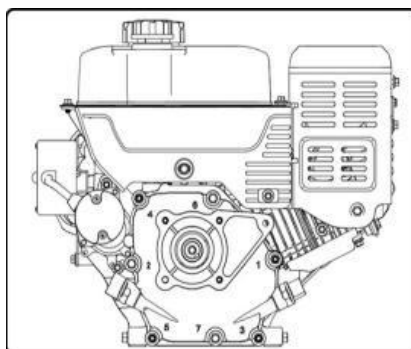

Рисунок 34
2. Выкрутите масляный щуп из маслозаливной горловины и протрите его начисто (см. рис.34).
2. Очистите зону вокруг пробки для слива масла (см. рис.34).